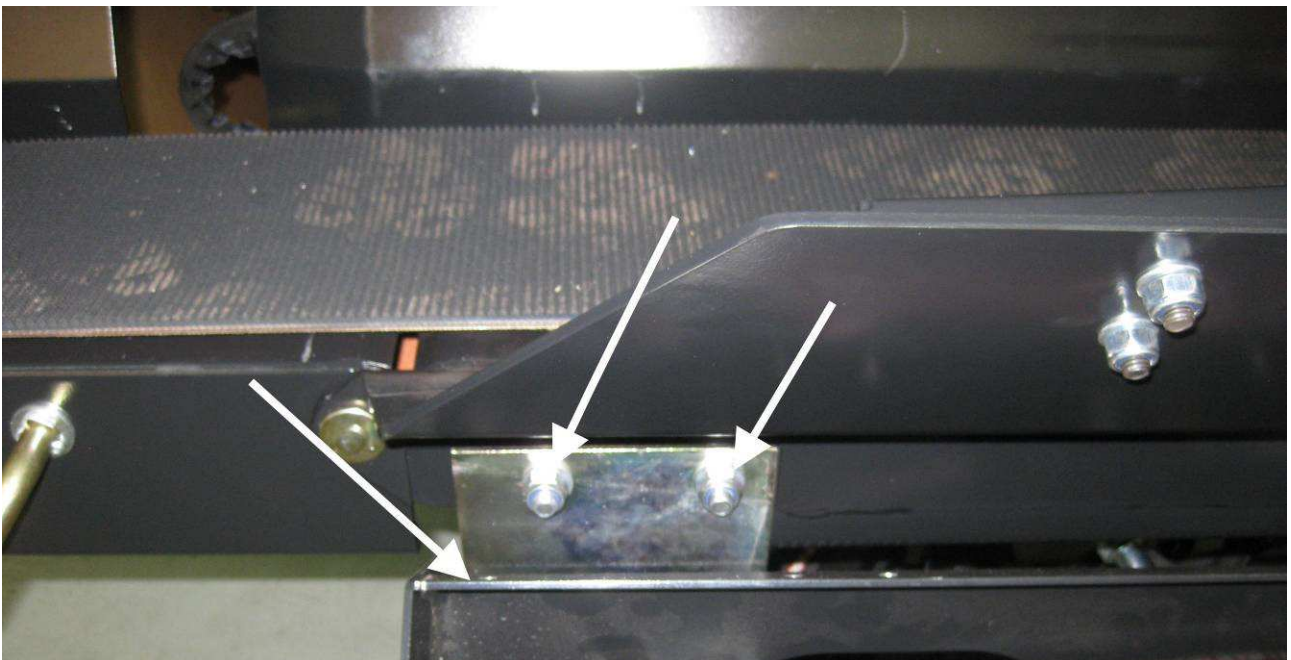

Bild 21.
3. Lösgör stödplåten, bild 21.